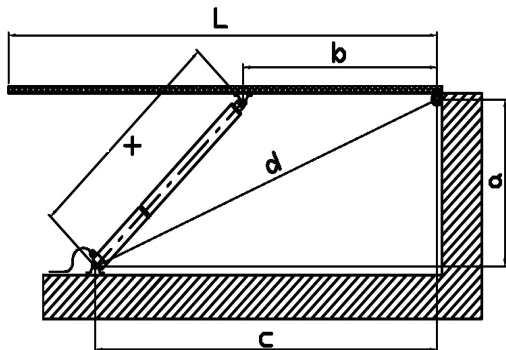

fig. 2
**Attention:** pour garantir la fermeture totale du sabord, ajouter 10 mm au chiffre X (fig.2 et 3).